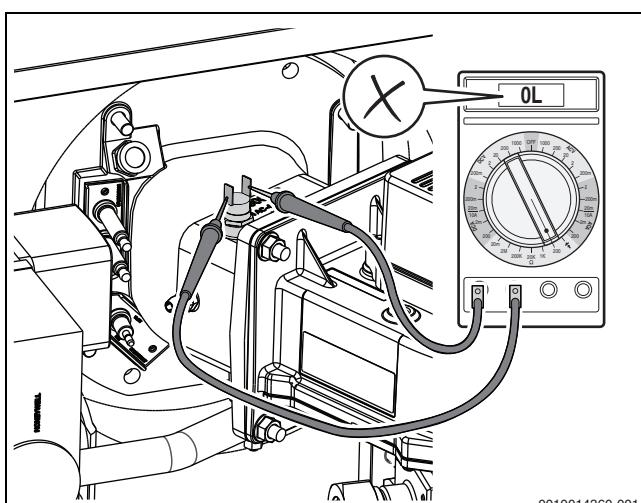

Рис. 66 Измерение электрического сопротивления на контактах реле контроля температуры (реле неисправно)
- Если сопротивление равно нулю или > 1 Ом (→ рис. 66), то обратитесь в заводскую сервисную службу с целью возврата или замены реле контроля.